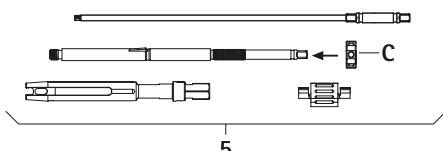

Fig. 9
- Avvitare il dado di serraggio C sulla bussola interna, vedere Fig. 9.